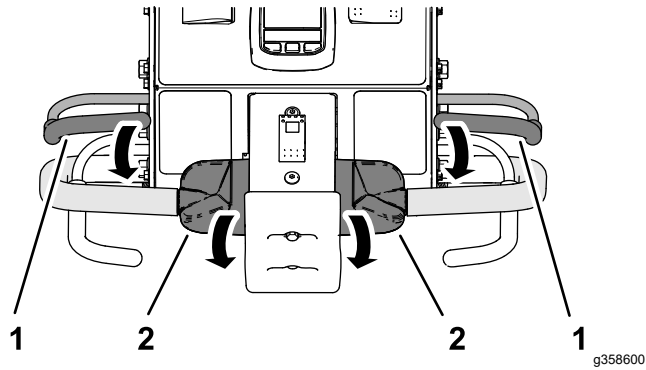

図 33
2. どちらかのオペレータベイルをハンドルバーと共に握り込み、走行コントロールの上部を前方に回転させる図 33。